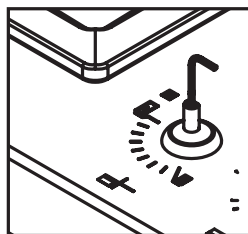
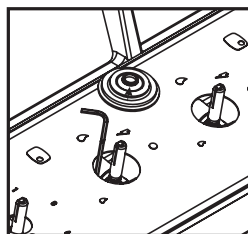

Fig. 30
Fig. 31
3. Inserte la llave Allen/Bristol (contenida en el kit de conversión) en el espigo de la válvula y girelo en el sentido de las manecillas del reloj 14 de vuelta hasta obtener la llama deseada, ver fig. 30. Para serie Cristal (Ref. 1.6797.20) serie Alpha (Ref. 6160 / 6170) se debe retirar el empaque de caucho y hacer la regulación por un lado del espigo, ver fig. 31.